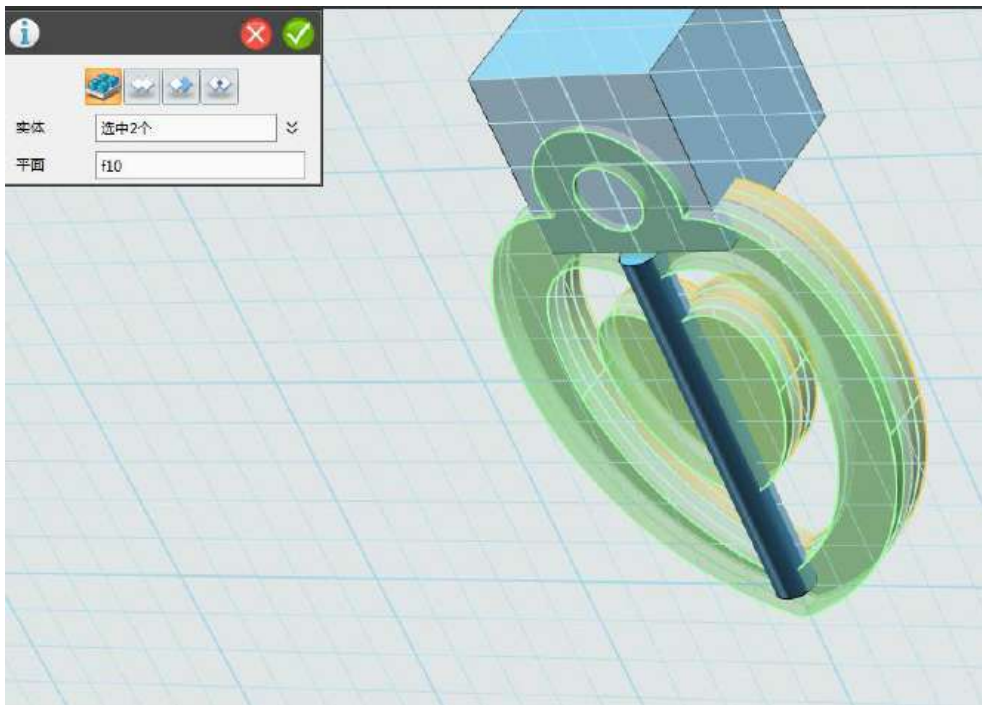

图 1-11
Step 11 点击“基本编辑”，选择“镜像”功能，实体选择我们之前绘制的两个“心”，平面选择网格底平面。镜像完成后，上下的图形可以把圆柱体包裹在里面，如下图 1-11 所示：